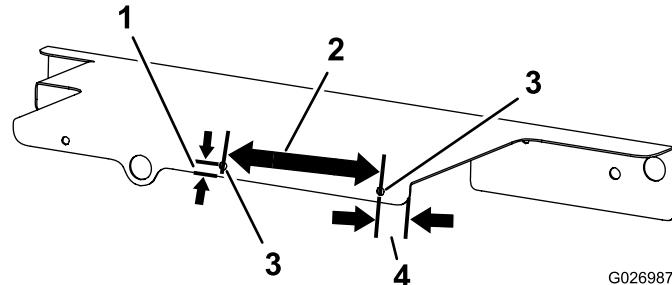

Figura 14
- Praticate 2 fori di 8,6 mm nella protezione della copertura destra (Figura 14).
Nota: Fate riferimento a Figura 14 e misurate i punti del foro da 8,6 mm